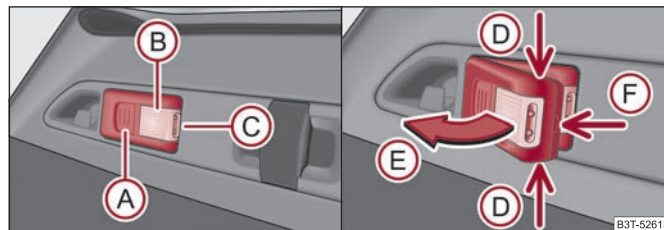

Fig. 58 Luz desmontable
- Iluminación del maletero - ilumina la parte **B** ⇒ fig. 58 (la luz está en el soporte),
- Coja la luz por los puntos de la flecha **D** ⇒ fig. 58 y retirela en la dirección de la flecha **E**. ►
- Si no apaga la luz y la coloca correctamente en el soporte, las lámparas en la parte delantera **(C)** ⇒ página 72, fig. 58 de la luz se apagan automáticamente.
- Retire la tapa del acumulador con un objeto estrecho, puntiagudo a partir de la posición del clip inmovilizador **(F)** ⇒ página 72, fig. 58.